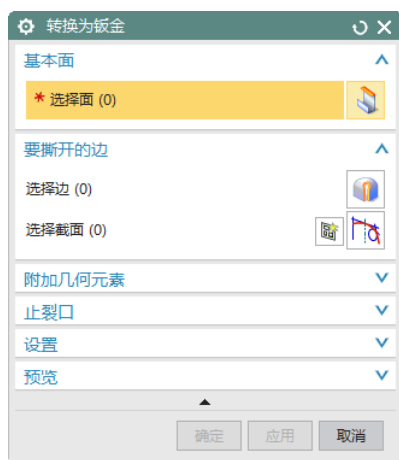

图 11-75 “转换为钣金”对话框
(1) 选择“菜单(M)”→“插入(S)”→“转换(V)”→“转换为钣金(C)”，或者单击“主页”选项卡“基本”面组上“转换”库下“转换为钣金”按钮 ，打开如图 11-75 所示“转换为钣金”对话框。